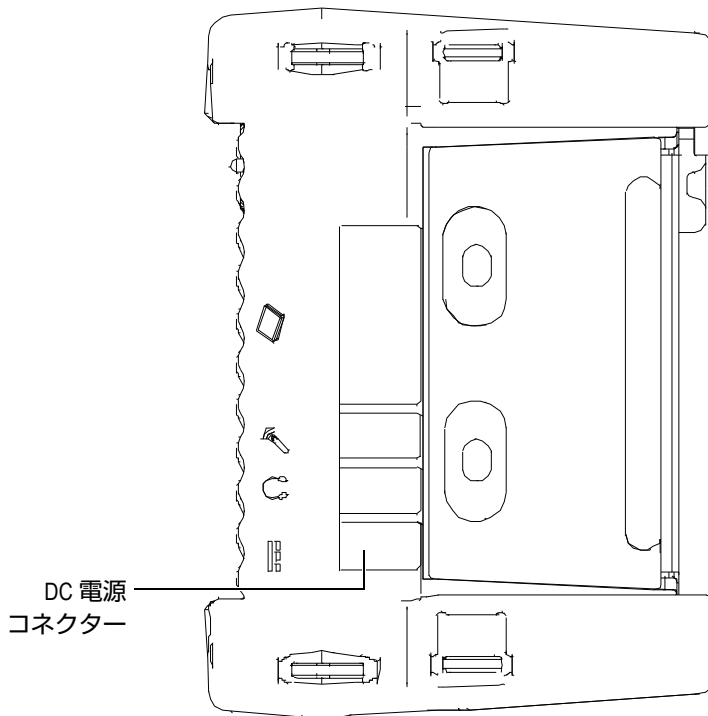

図 8-1 OmniScan MX / MX1 / MX2 の DC 電源コネクター
2. OmniScan MX / MX1 の本体の右側に位置する DC 電源コネクターのゴム製のカバーを取り外します (97 ページの図 8-1)。
3. AC チャージャーアダプターを OmniScan MX / MX1 DC 電源コネクターに差し込みます (97 ページの図 8-1)。